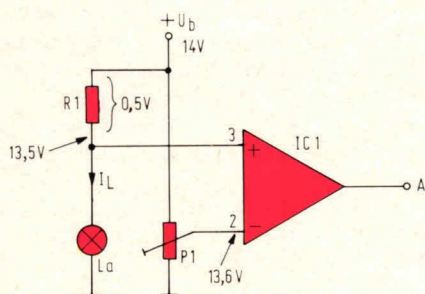

Fig. 4. De amplitude van een geringe spanningsval kan worden vergeleken met een instelspanning met behulp van een comparator (vergelijker).
In fig. 4 is een IC getekend dat zowel een inverterende (min) ingang heeft (op punt 2) als een niet-inverterende (plus) ingang (op punt 3).
In fig. 4 wordt punt 2 ingesteld met een potmeter (P1). Punt 3 ligt aan de voorschakelweerstand R1, die is verbonden met de remlamp LA. Stel nu dat ten gevolge van de lampstroom (IL) over R1 een spanning van 0,5 V valt. Punt 3 van ICI ligt dan op 0,5 V beneden de voeding van 14 V. Deze 13,5 V zal steeds op punt 3 staan, als de remlicht-schakelaar wordt bediend. Fig. 4 geeft de situatie waarbij is gedacht dat de remlichtschakelaar is gesloten.